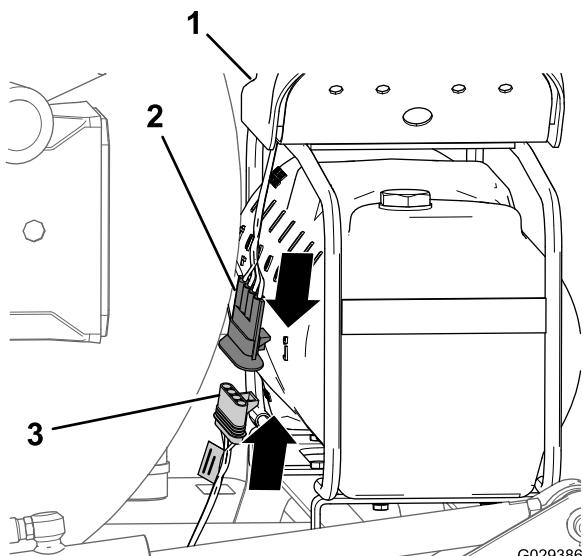

图17
1. 在线束 236cm 支管的末端，将修整组件线束的 4 插槽接头与压缩机线束的 4 针接头对齐（图17）。
- 2. 将 4 针接头插入 4 插槽接头（图17）。